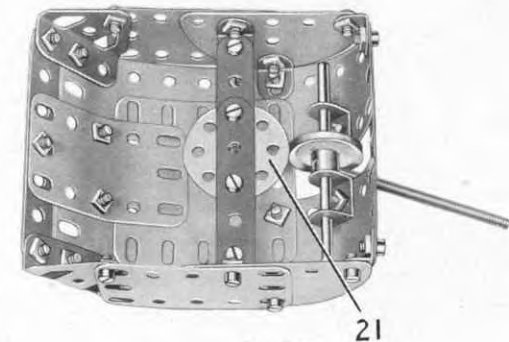

Fig. 5.16b
Chaque côté de la tourelle (fig. 5.16b) est constitué par une plaque semi-circulaire, une plaque flexible de  $6 \times 4$  cm. et une embase triangulée coudée. Les côtés sont réunis à chaque extrémité par une bande de 7 trous, et le dessus est formé par deux plaques flexibles de  $14 \times 4$  cm., une de  $6 \times 4$  cm., et une de  $6 \times 6$  cm. Le dessus est boulonné sur les embases triangulées coudées et sur des équerres fixées aux côtés. Une roue barillet (21) est boulonnée à deux bandes de 5 trous tenues sur les côtés par des équerres. Le canon est une tige filetée vissée dans le moyeu d'une poulie de 25 mm. Cette dernière est fixée sur une tringle de 9 cm. qui passe dans deux supports doubles. L'antenne de radio est une tige filetée tenue par deux écrous, et la porte de la tourelle est figurée par deux disques de 35 mm. Une tringle de 4 cm., bloquée dans la roue barillet (21) passe dans la poulie (12) et est tenue en place par une clavette. La tourelle est tenue écartée du tank par une poulie folle de 12 mm. et six rondelles.